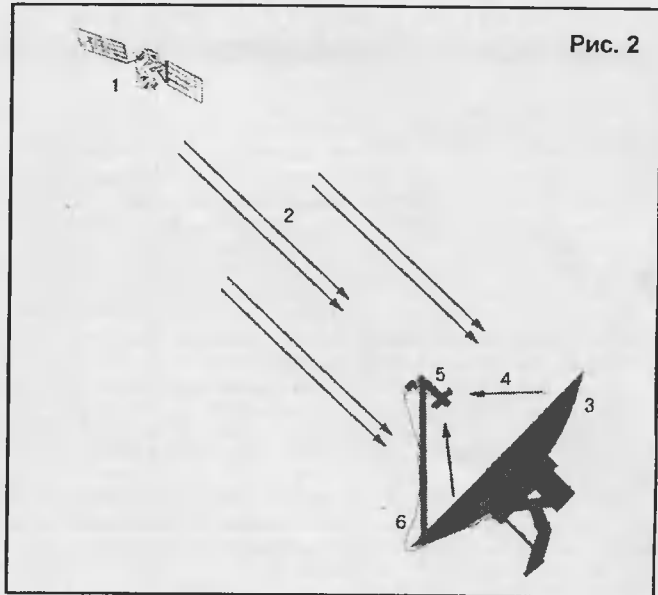

Рис. 2
Опишем вкратце, как это все работает (рис. 2): спутник (1) излучает сигнал (2), который принимается спутниковой антенной (3), отражается от нее (4) и попадает в конвертер (5), где сигнал преобразуется в более низкую частоту и передается по коаксиальному кабелю (6) к спутниковому приемнику. Спутниковый приемник представляет собой устройство, похожее внешне на видеоплеер, который устанавливается непосредственно рядом с телевизором. Коаксиальный кабель для передачи сигнала от конвертера к спутниковому приемнику используется 75-омный, с низким затуханием высокочастотного сигнала.